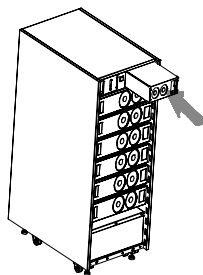

Fig. 6
6. Cet onduleur On-Line utilise des ventilateurs pour assurer une ventilation forcée. Par conséquent, il est primordial de tenir compte de cette ventilation lors de l'installation. L'onduleur doit également être accessible des deux côtés pour la maintenance. Par conséquent, prévoyez suffisamment d'espace pour la maintenance. Pour plus d'informations sur l'espace à prévoir pour l'installation, consultez la Fig. 6.
- 3) Faites glisser le module chargeur additionnel dans la baie supérieure droite (option) (voir Fig. 6).